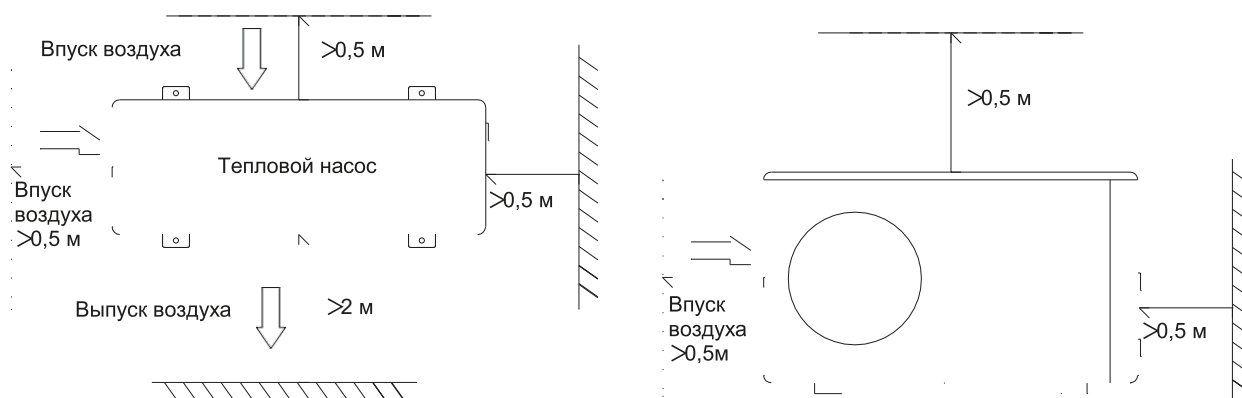

Рис. 1.
4. Для упрощения и лучшего обслуживания и устранения неисправностей вокруг устройства на расстоянии 1 м не должно быть никаких препятствий. Также не должно быть никаких препятствий на расстоянии 2 м по вертикали от устройства для вентиляции воздуха. (См. рис. 1.)